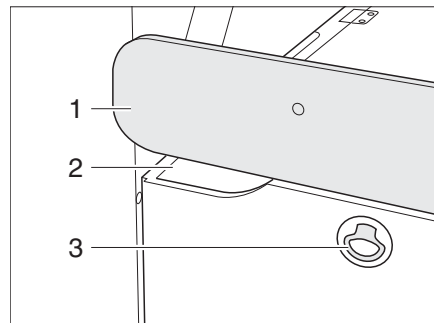

Bild 35 Sitzbank
- ▷ Nicht an der Blende (Bild 35,1) ziehen.
- Am Griff (Bild 35,2) unter der Blende die Verlängerung ausziehen.
*Stauraumklappe öffnen:* ■ Durch Ziehen an der Verriegelung (Bild 35,3) die Stauraumklappe öffnen.